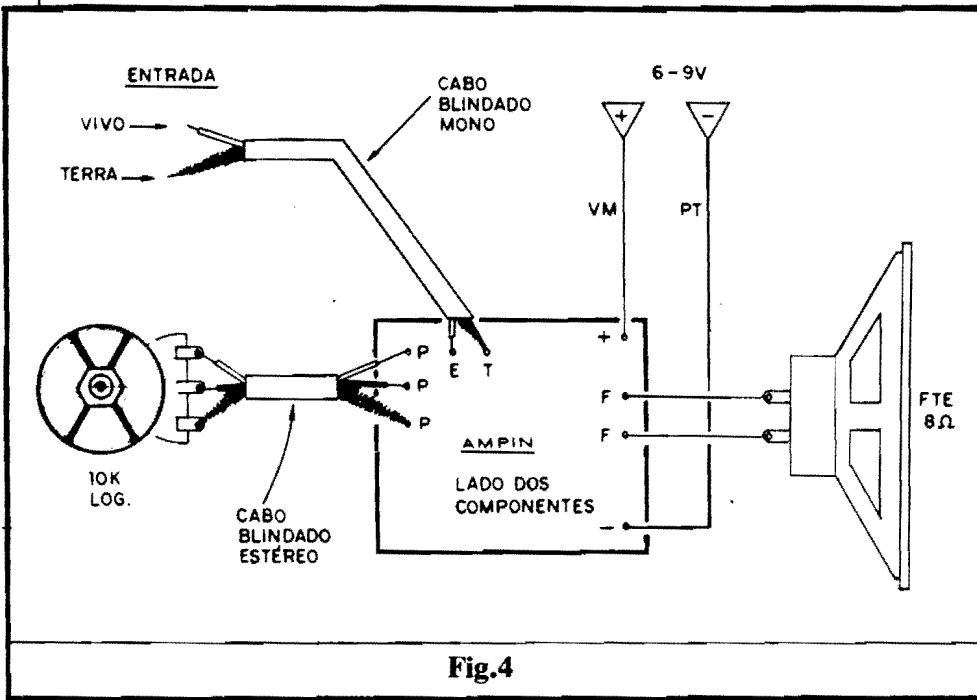

Fig.4
- **FIG. 4 - CONEXÕES EXTERNAS À PLACA** - A placa continua "olhada" pelo seu lado não cobreado, o mesmo visto na figura anterior... Só que agora, para "descomplicar o visual", não mais aparecem os componentes diretamente soldados sobre o Impresso... O que importa, nessa fase, são as ligações "da placa para fora", todas muito claramente diagramadas na figura... Aos pontos "+" e "-" devem ser ligados os fios da alimentação, sempre recomendando-se o uso de fio **vermelho** para o **positivo** e fio **preto** para o **negativo**, conforme é norma... Os terminais do alto-falante vão aos pontos "F-F" da placa, através de fios soldados... Os pontos "E-T" referem-se, respectivamente, ao "vivo" e ao "terra" da Entrada de sinal, e devem ser acessados via cabo blindado mono... Observar atentamente a identificação e posição dos respectivos condutores "vivo" (cabinho interno, isolado) e "terra" (malha metálica que envolve o citado cabinho interno, sob a isolamento geral, externa...). Outro ponto **importante** é a conexão do potenciômetro, que - na figura - é visto pela **frente**... Notar que suas conexões aos pontos "P-P-P" da placa devem ser feitas com o auxílio de cabo blindado estéreo, por uma razão muito simples: se fosse utilizado cabo mono, seriam precisos dois "pedaços" do dito